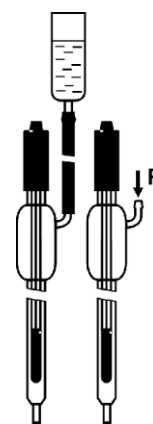

Рис.2
**5.3** Патрубок, имеющийся на корпусе электрода, может быть использован для подключения внешней емкости с запасом электролита или подачи сжатого воздуха (до 0,3 МПа) для компенсации давления контролируемой среды (рис. 2).